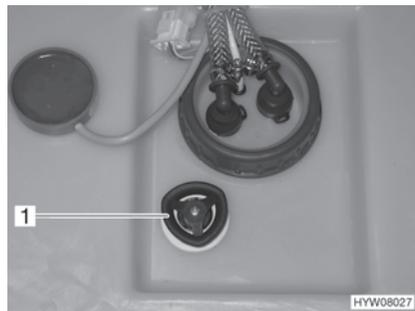

Fig. 129 Depósito de agua con tirador giratorio
- Girar el tirador giratorio (Fig. 129,1) sobre el depósito de agua en sentido de las agujas del reloj, hasta el tope.
- Girar el tirador giratorio (Fig. 129,1) sobre el depósito de agua en sentido contrario a las agujas del reloj, hasta sentir resistencia. El agua se saldrá hasta aprox. 20 litros.